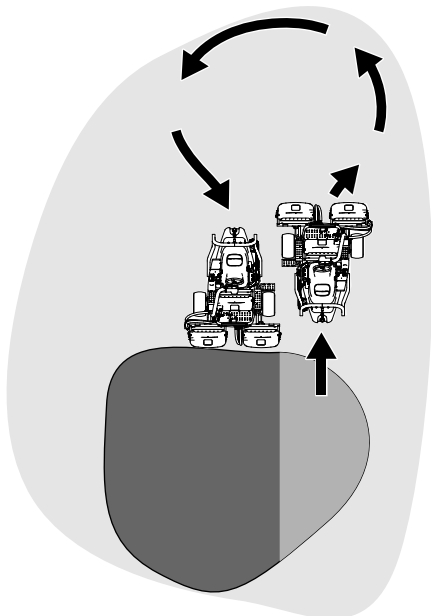

Figura 25
6. Para reduzir o tempo de funcionamento e facilitar o alinhamento para o próximo passo, oriente a máquina momentaneamente para a direção contrária, virando depois a máquina na direção da zona por cortar. Este movimento é uma volta em forma de gota (Figura 25) que alinha rapidamente a máquina para a próxima passagem.